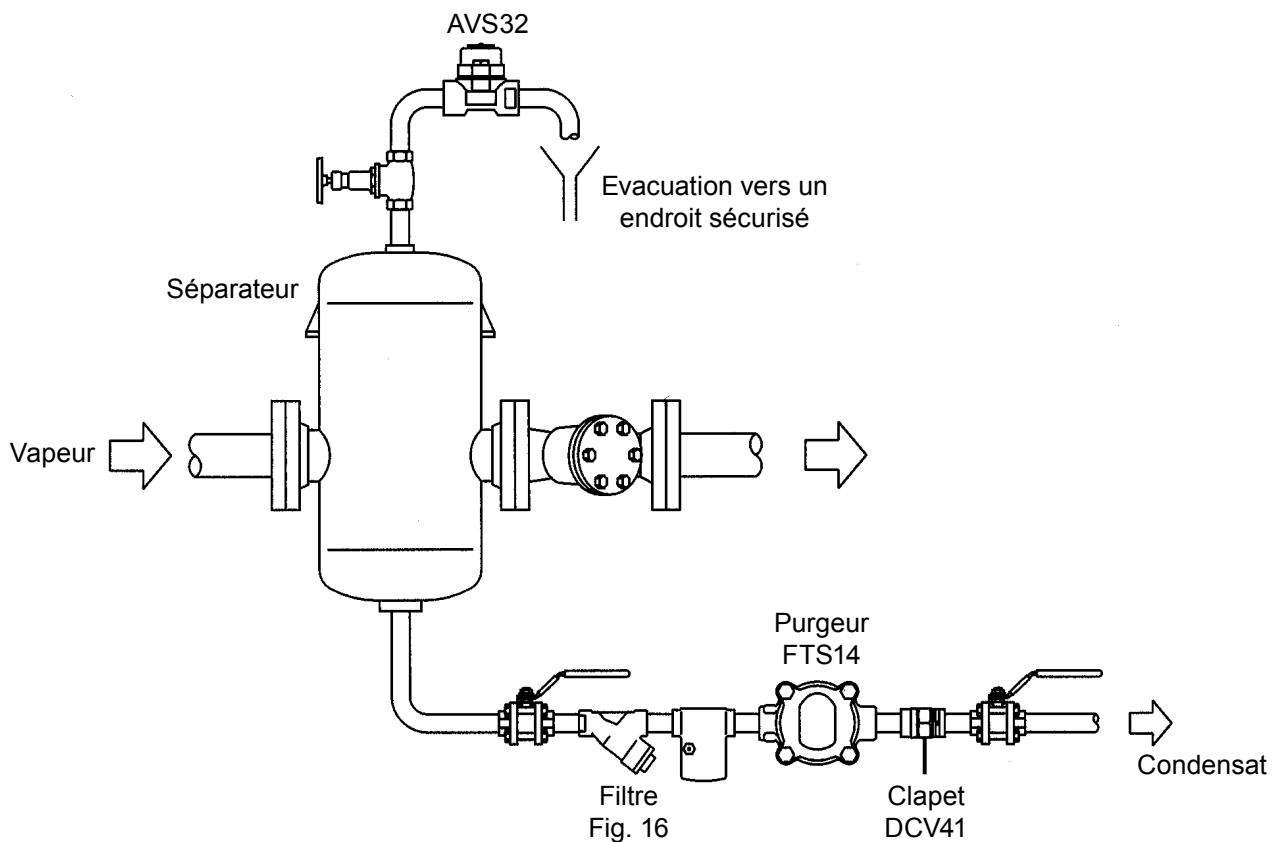

Fig. 2
3.4 L'AVS32 doit être installé avec la capsule dans un plan horizontal et le chapeau à la partie supérieure. Il doit être positionné en point haut d'une ligne vapeur ou sur un réservoir de collecte d'air. L'évacuation doit s'effectuer vers un endroit sécurisé (voir figure 2).